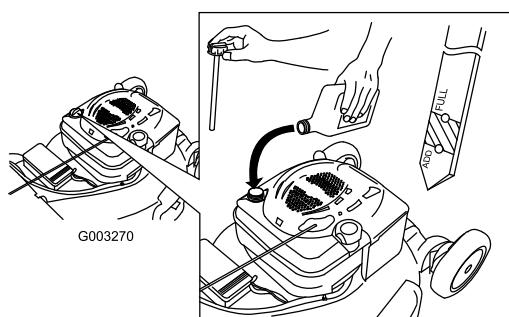

Figure 8
- Retirez la jauge (Figure 8).
- Versez de l'huile **lentement** dans le goulot de remplissage pour faire monter le niveau de liquide jusqu'au repère du plein (Full) sur la jauge (Figure 8). **Ne remplissez pas excessivement.** (Remplissage max. : 0,59 l (20 onces), type : huile détergente SAE 30W de classe de service API SF, SG, SH, SJ, SL ou supérieure.)